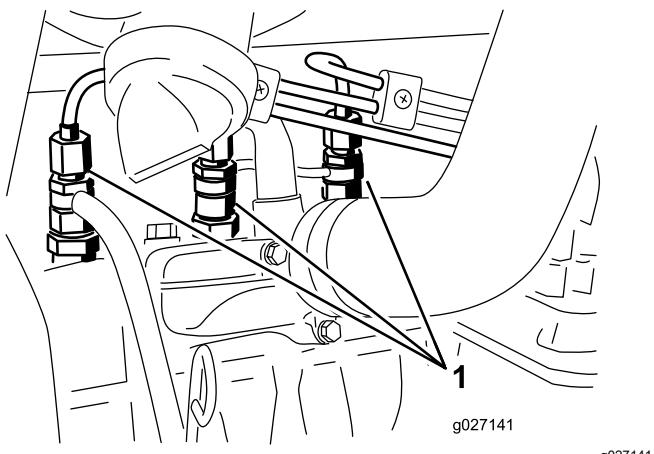

Рисунок 56
1. Ослабьте элемент подсоединения трубы к соплу №1 и держателю в сборе (Рисунок 56).